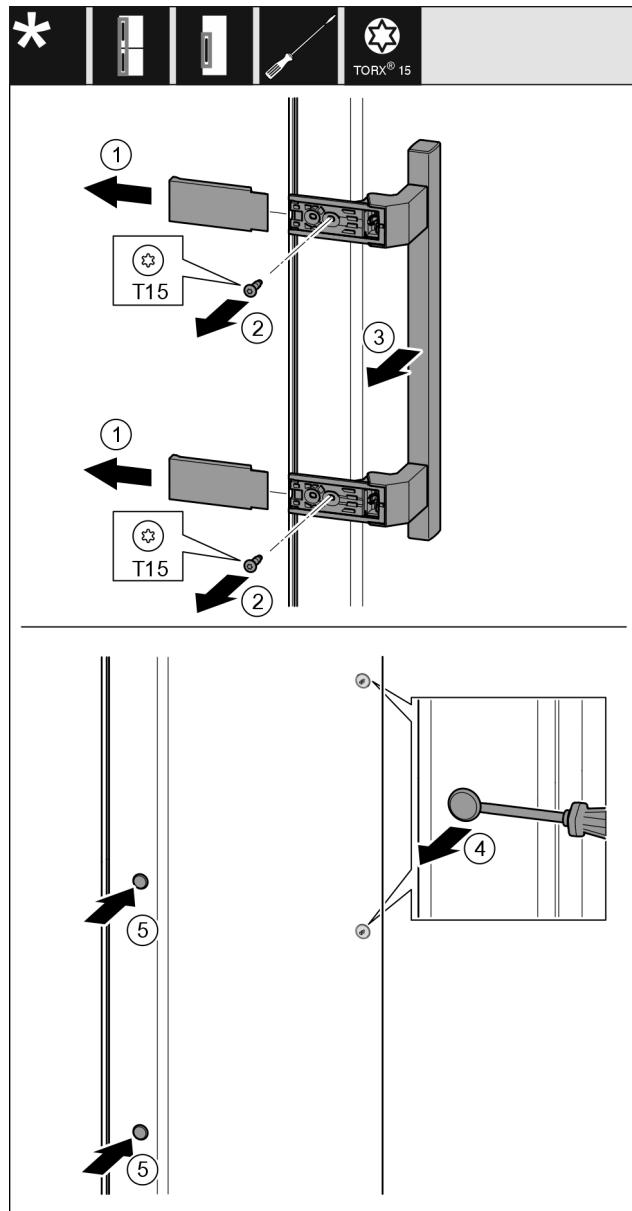

Fig. 19
- 拆下盖板 Fig. 19 (1)。
- 用螺丝刀将螺钉 Fig. 19 (2)旋开。
- 取下把手 Fig. 19 (3)。
- 用带槽螺丝刀小心地提起侧边的堵头 Fig. 19 (4)并将其拉出。
- 将堵头 Fig. 19 (5)重新放入另一个侧。